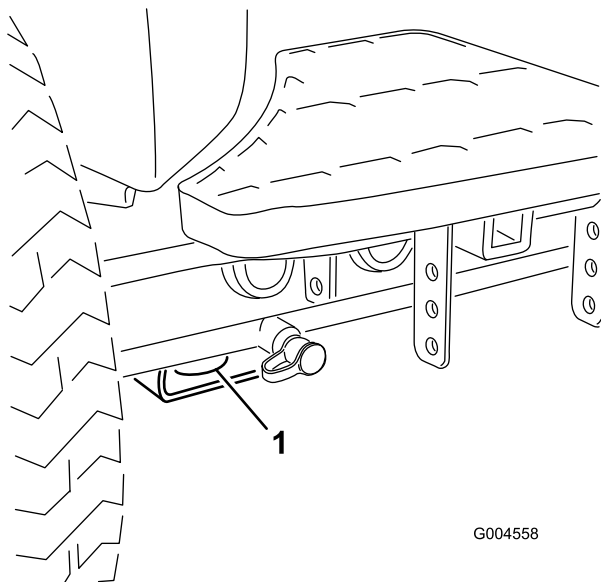

Figura 45
- Anteriore – foro nel supporto rettangolare, sotto il tubo dell'assale, all'interno delle ruote anteriori (Figura 45).